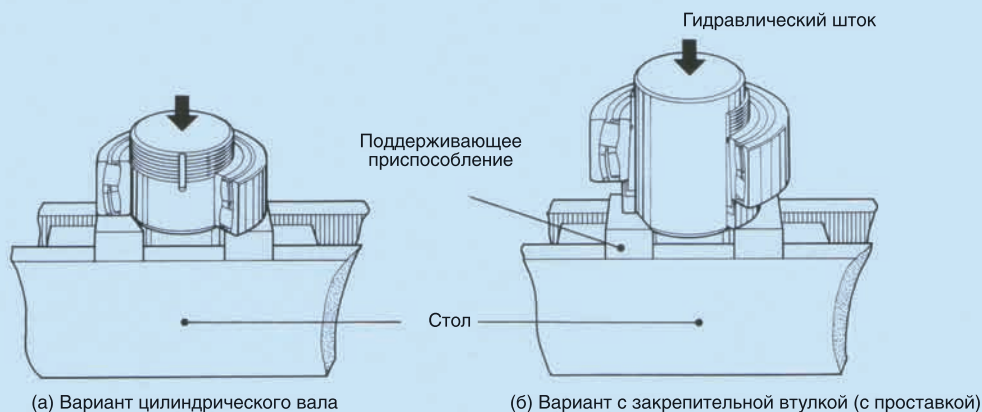

Рис. 7.6 Способ прессования
7.2.4 Способ прессования (рис. 7.6)